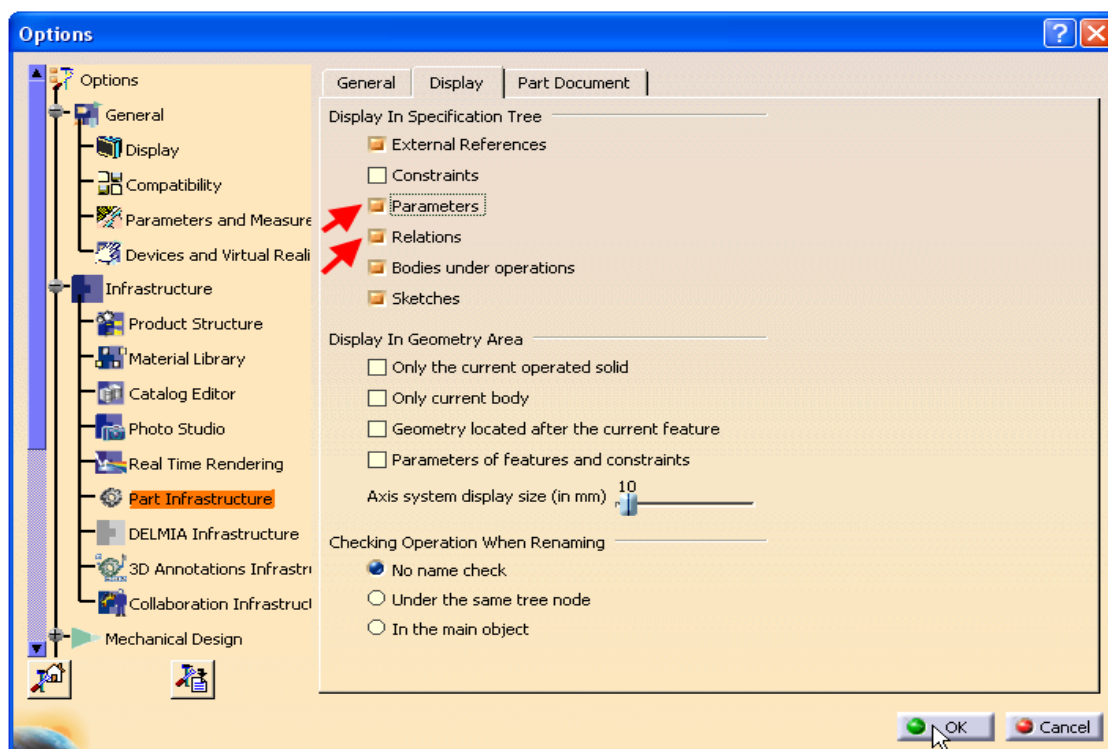

Рис. 54
3) Infrastructure → Part Infrastructure → закладка Display - в розділі Display In Specification Tree встановити опції: Parameters і Relations (відображати в дереві параметри і залежності) (Рис. 54).